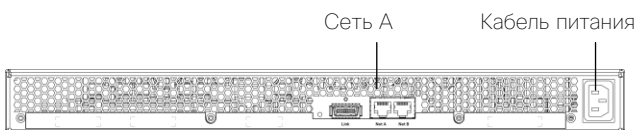

Рис. 1. Вид устройства MCU 53x0 сзади
- Подсоедините кабель электропитания к задней стороне устройства MCU 53x0 (см. рис. 1). Выключатель отсутствует.